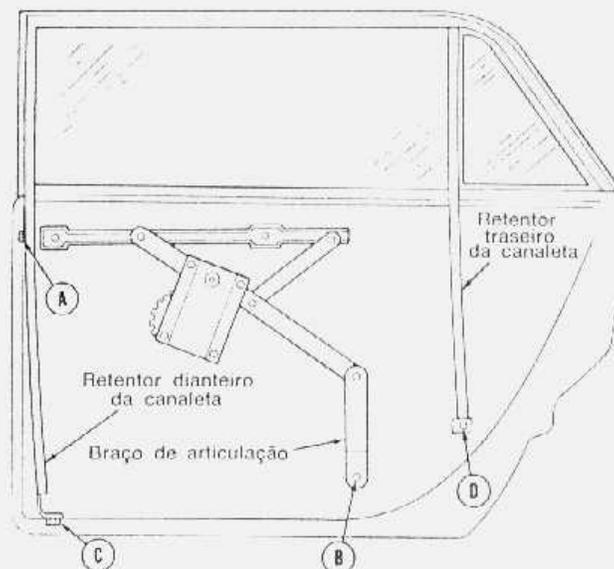

fig. 7 — ajuste do mecanismo da janela da porta traseira
2. Soltar os parafusos do ajuste do mecanismo de acionamento do vidro (A, B, C, D fig. 7).
3. Levantar o vidro até a posição superior (completamente fechado), e apertar os parafusos de fixação do retentor dianteiro (A) e os parafusos que suportam o braço de articulação (B) na especificação indicada.
4. Baixar o vidro até sua borda superior ficar aproximadamente 4" saliente. Apertar o parafuso inferior do retentor dianteiro da canaleta (C) conforme especificação.
5. Colocar o retentor traseiro da canaleta e a barra divisória, comprimindo firmemente contra o vidro, e apertar o parafuso (D) conforme a especificação.